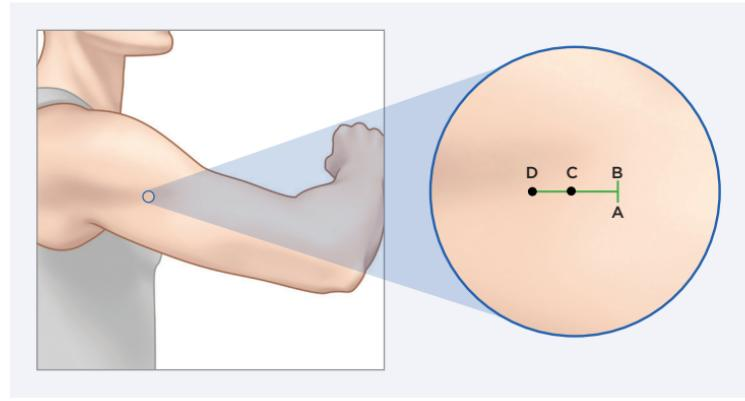

Bild 1
Början insättningen vid punkt B (bild 1) och gå mot punkt A, tills att insättningen är ungefär 5 mm.
- Ta bort den trubbiga troakaren från brickan och för in den trubbiga troakaren i ca 45 graders vinkel mellan A och B (bild 1 och 2) så att spetsen och den avfasade delen på den trubbiga troakaren hamnar under huden, och tills insättningsskydden ligger an mot huden.